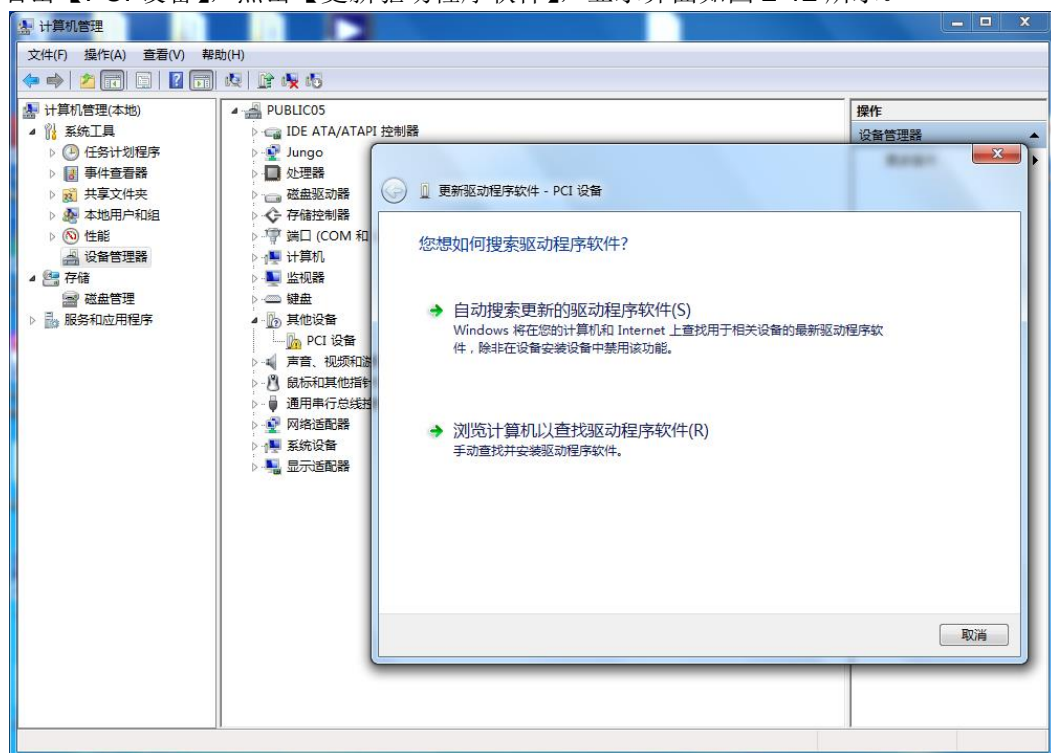
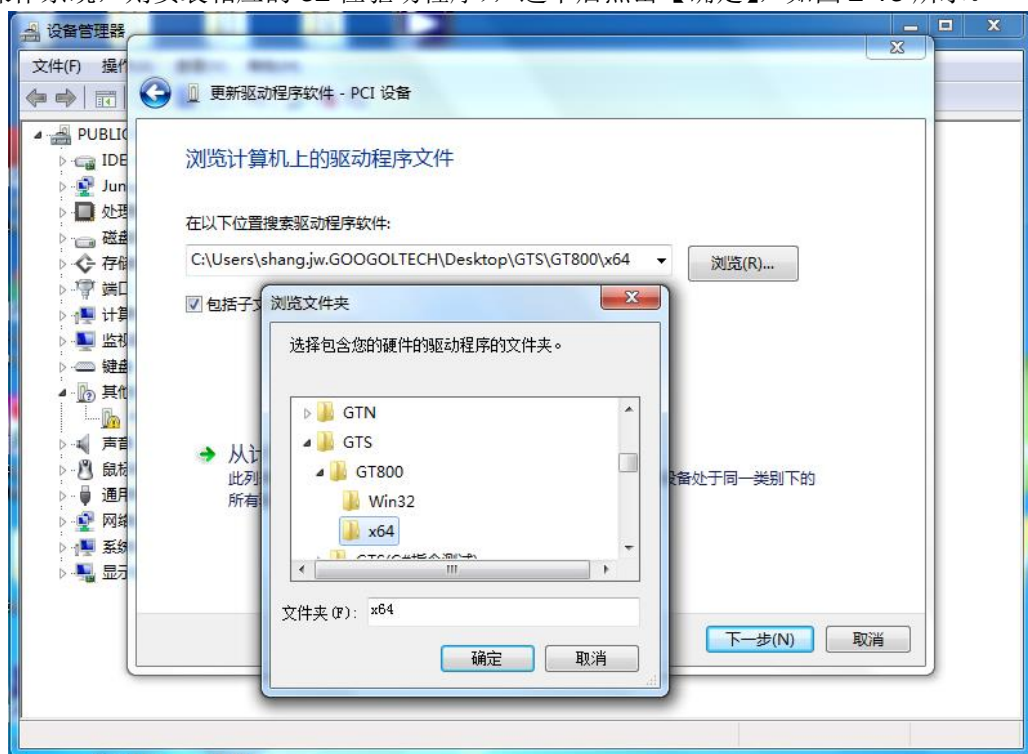
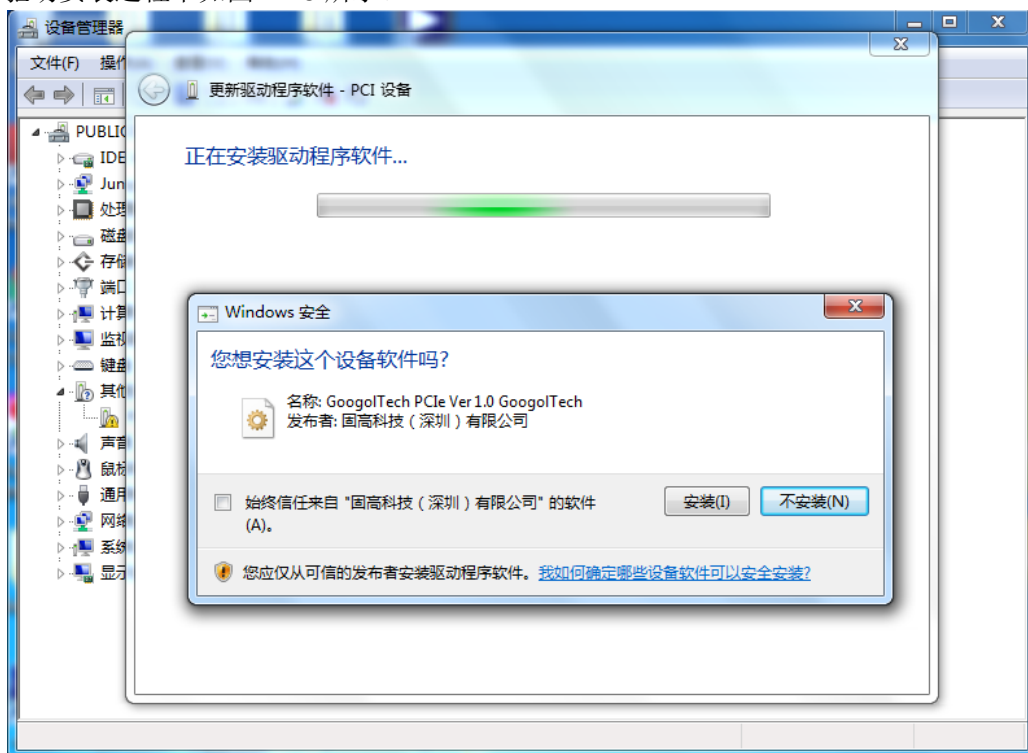
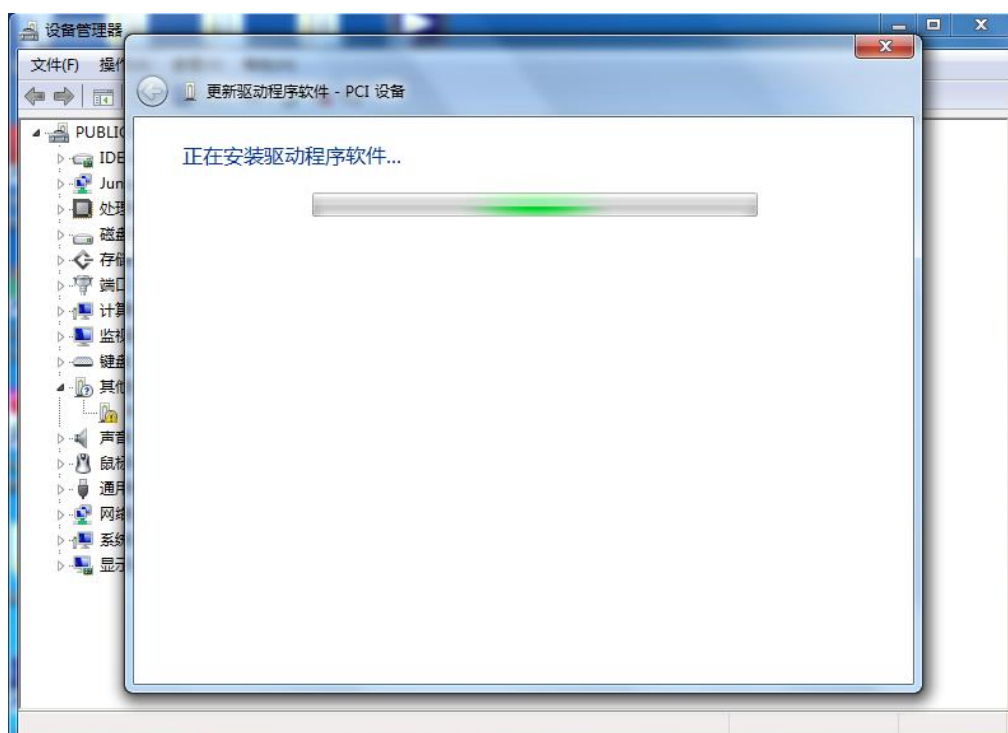

图 2-12 运动控制卡驱动程序安装界面 2
图 2-13 运动控制卡驱动程序安装界面 3
图 2-14 运动控制卡驱动程序安装界面 4
图 2-15 运动控制卡驱动程序安装界面 5
(2) 将光盘中的驱动程序先拷贝到电脑中（驱动程序在光盘中的路径为 \chinese\windows\Driver 或者 \english\windows\Driver）。示例中将驱动程序拷贝到了桌面...\GTS\...中。
(3) 右击【PCI 设备】，点击【更新驱动程序软件】，显示界面如图 2-12 所示。
(4) 在图 2-12 所示的界面中，点击【浏览计算机以查找驱动程序软件】，在弹出的界面中点击【浏览】，找到驱动程序所在的位置（本电脑为 64 位操作系统，故安装 64 为驱动程序，若用户电脑为 32 为操作系统，则安装相应的 32 位驱动程序），选中后点击【确定】，如图 2-13 所示。
(5) 在找到驱动程序所在位置之后, 在图 2-13 所示的界面中点击【下一步】, 弹出如图 2-14 所示的提示界面, 勾选“始终信任来自‘固高科技(深圳)有限公司’的软件(A)”后, 点击【安装】按钮, 驱动安装过程中如图 2-15 所示。